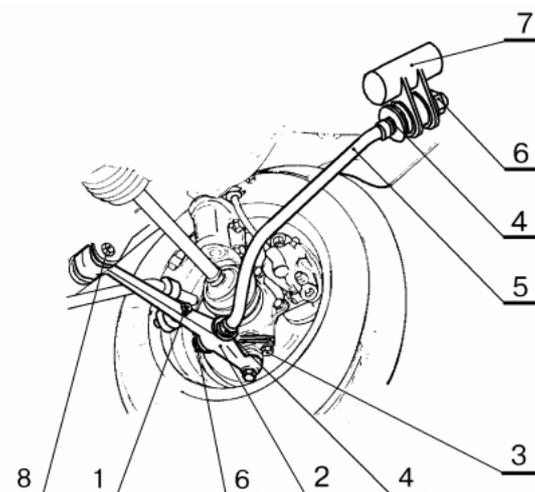

Рисунок 5 - Регулировка угла продольного наклона оси передних колес автомобилей ВАЗ 2110, 2111, 2112, 2170:
5.1.3 Отвернуть гайку болта 1, рисунок 5, крепления стойки стабилизатора к рычагу 2, извлечь болт (головка сменная 17 и вороток, ключ кольцевой 17, молоток, прошивка 2101-3901114).
момент затяжки гайки крепления рычага 2, рисунок 5, подвески к кронштейну кузова от 80 до 95 Н.м (от 8,0 до 9,5 кгс.м);